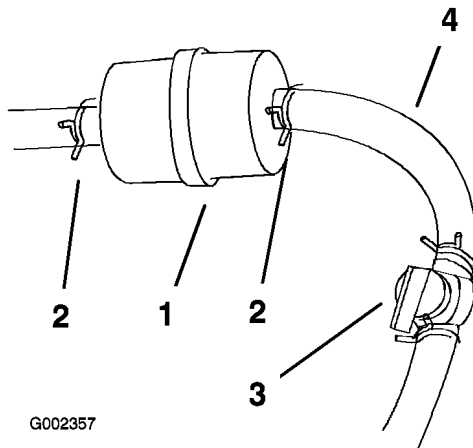

Bild 42
4. Schließen Sie den Kraftstoffhahn (Bild 42).
5. Drücken Sie die Enden der Schlauchklemmen zusammen und schieben Sie sie vom Filter weg (Bild 42).
7. Setzen Sie einen neuen Filter ein und schieben Sie die Schlauchklemmen an den Filter heran (Bild 42).
3. Schließen Sie den Kraftstoffhahn (Bild 42).
4. Lockern Sie die Schlauchklemme am Kraftstofffilter und schieben Sie sie an der Kraftstoffleitung weg vom Kraftstofffilter (Bild 42).
5. Schließen Sie die Kraftstoffleitung vom Kraftstofffilter ab (Bild 42).
Hinweis: Lassen Sie das Benzin in einen Benzinkanister oder eine Auffangwanne ablaufen (Bild 42).
Kraftstofffilter heran, um die Kraftstoffleitung zu befestigen (Bild 42).